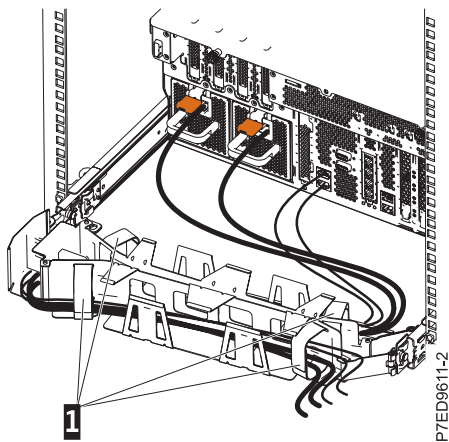

Abbildung 17. Netzkabel anschließen und verlegen
7. Verlegen Sie die Netzkabel und anderen Kabel (für die Tastatur, den Monitor und die Maus, falls erforderlich) am Kabelträger (1) (siehe Abb. 17). Schließen Sie alle Kabel außer dem Netzkabel an der Rückseite des Servers an. Sichern Sie alle Kabel mit Kabelbindern oder Klettverschlüssen.